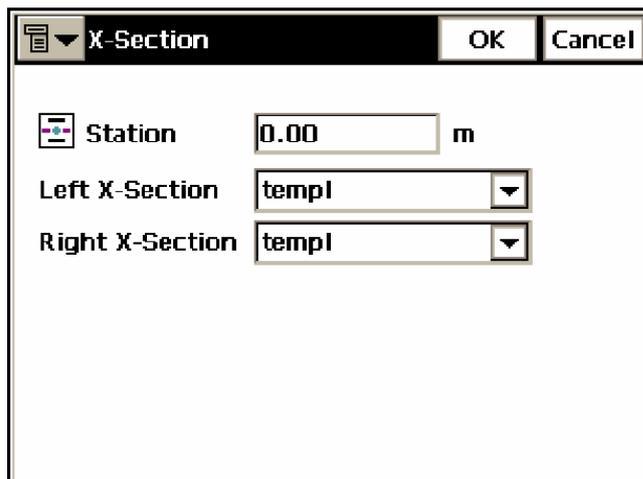

Рисунок 4-40. Поперечник
Чтобы добавить пикет, нажмите кнопку **Add (Добавить)**. В окне **X-Section (Поперечник)** введите параметры поперечного профиля: пикет и шаблоны левого и правого поперечного профиля (рис. 4-40 на стр. 4-28). Нажмите **ОК**. Добавьте необходимое для определения трассы число шаблонов.
5. Выбрав в окне *Edit Line (Редактировать линию)* вкладку *Layer/Style (Слой/Стиль)*, задайте слой, к которому следует относить линию, и свойства ее построения на карте (т.е. то, как она будет выглядеть) (рис. 4-40). Нажмите **OK**.